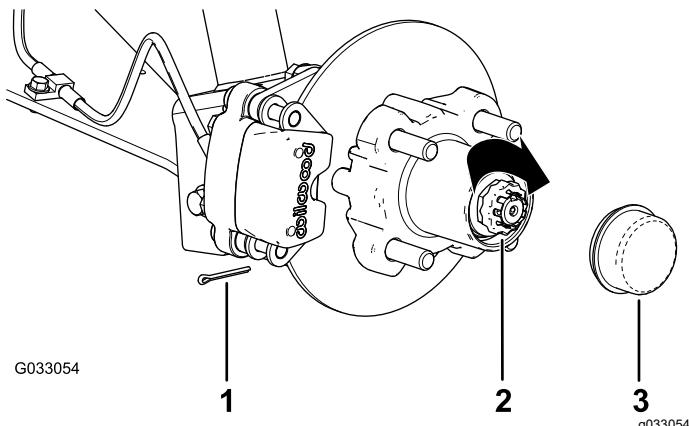

Figura 35
8. Coloque el retén sobre la tuerca y compruebe la alineación de la ranura del retén y el taladro de la chaveta del eje (Figura 35).
- 9. Instale la chaveta y doble las patas alrededor del retén (Figura 35).
- 10. Instale el tapón guardapolvo sobre el cubo (Figura 35).